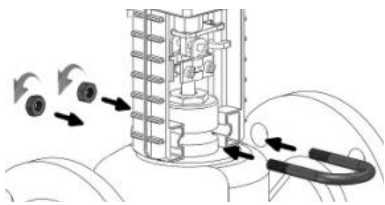

РИС. 3
3. Вставьте U-образный болт (Рис.3); Затем используйте две гайки М8, чтобы затянуть U-образный болт, максимальный крутящий момент затяжки гайки $M_{ax} = 16$ Нм. Инструмент для установки: фиксированный ключ с отверстием 13 мм